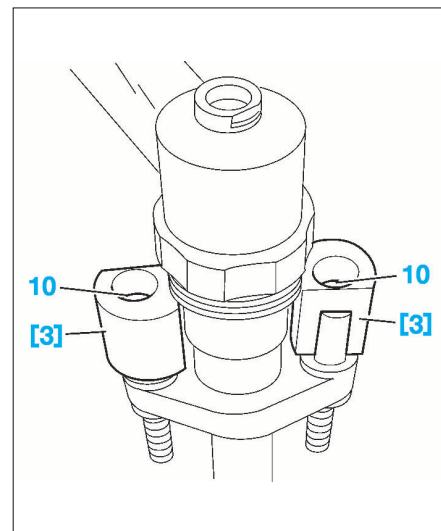

FIG. 61
- les injecteurs (11).
- les bagues d'étanchéité (12).
- les joints cuivre (13).
- positionner les outils [3] en les faisant pivoter sur les écrous (10) (Fig.61).
- desserrer progressivement et alternativement les écrous (10).